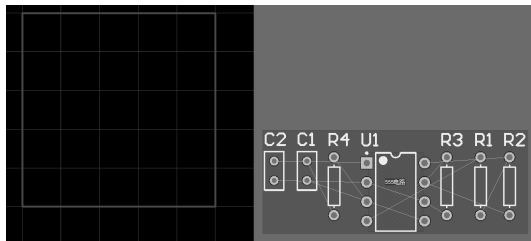

图 3.1.14 导入元器件封装的 PCB 图
(4) 单击“Close (关闭)”按钮,退出。PCB 板编辑区变成如图 3.1.14 所示的形式。元器件封装已导入当前 PCB 文件中,PCB 文件被更新。